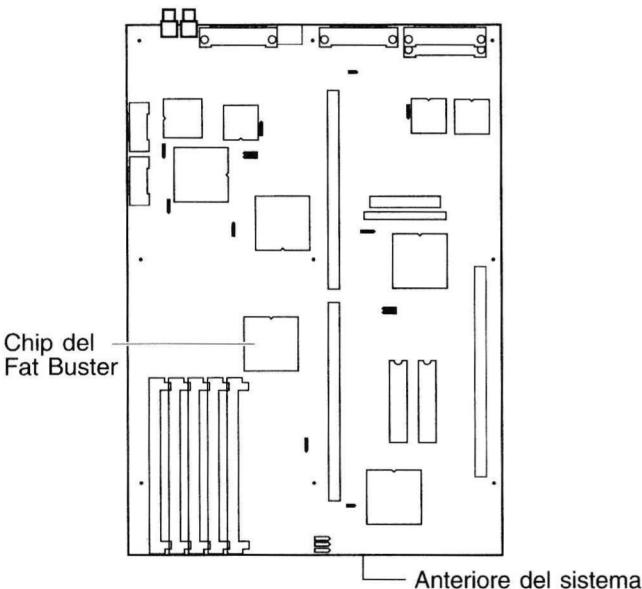

Figura 1. Piastra base A4000
2. Rimuovere attentamente le eventuali schede di espansione che impediscono la vista del chip, indicato in Figura 1. Per le istruzioni dettagliate sulla rimozione delle schede di espansione riferirsi alla *Manuale Utente A4000*.